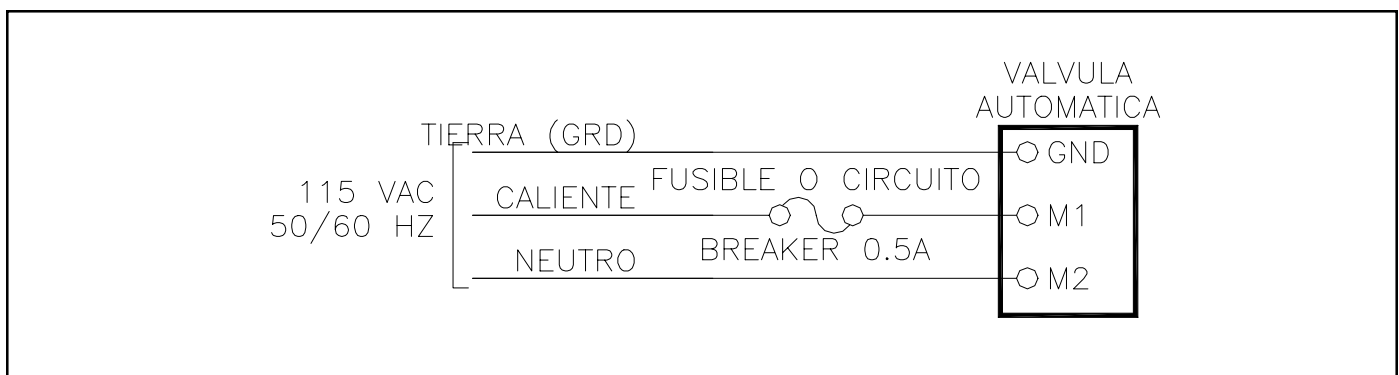

Figura 7B – Válvula Automática Energizada desde Fuente de Energía AC Separada
**OPCIÓN:** Como una opción, la válvula automática puede ser energizada desde una fuente separada de 115 VAC. Ver figura 7B.